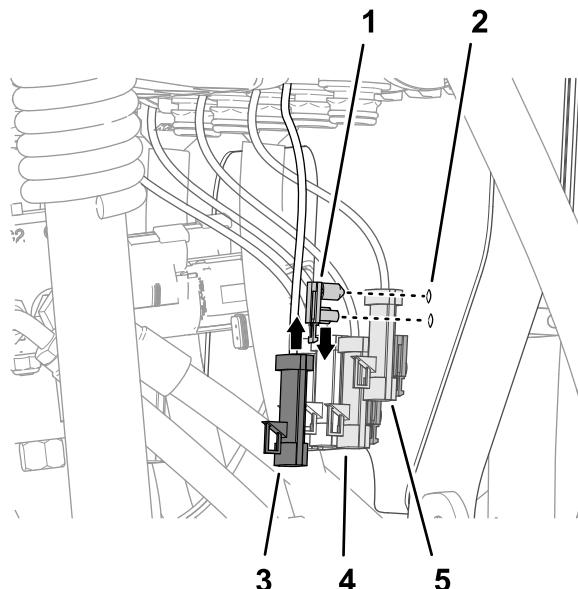

Рисунок 113
1. Вставьте вставные держатели разъемов с фиксаторами в отверстия опоры крепления клапанов (Рисунок 113).